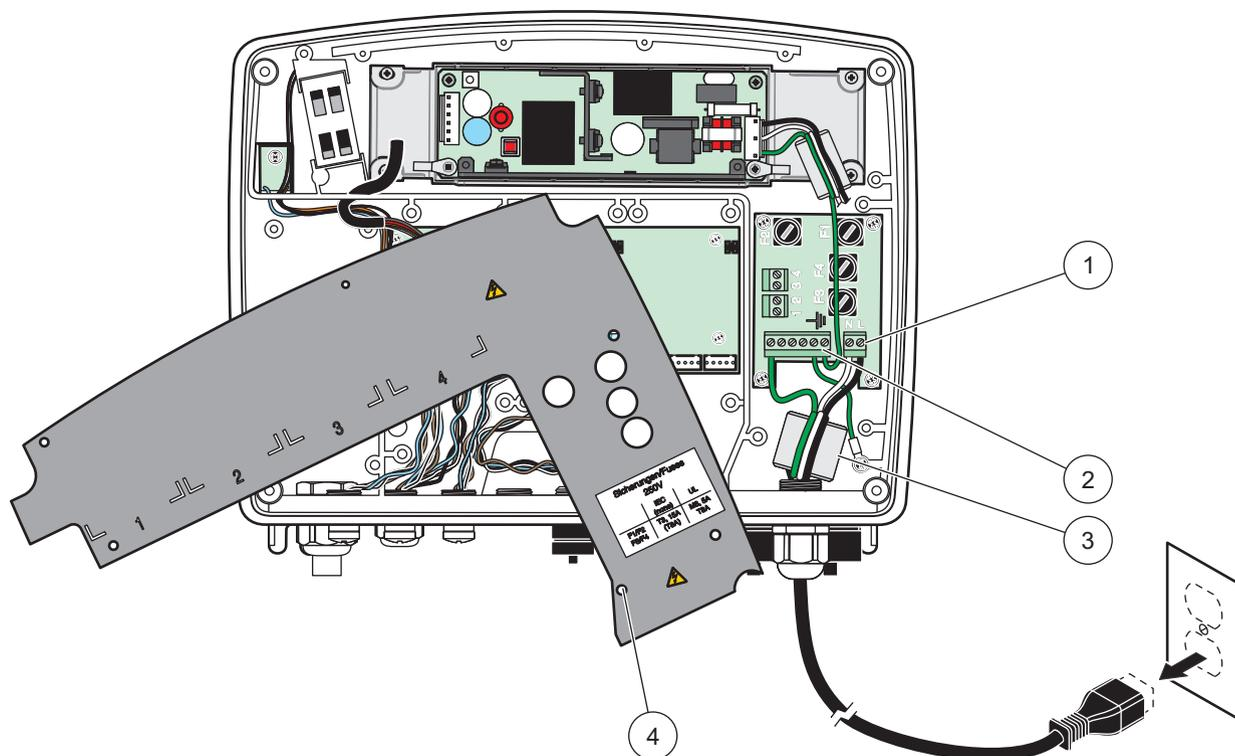
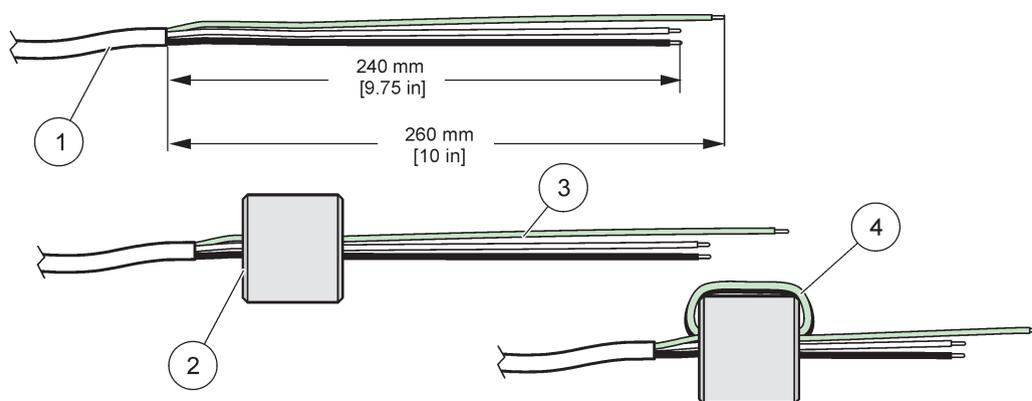

Figura 10 Fios de energia
Figura 12 Preparação adequada do fio e fiação do núcleo de ferrite
6. Passe o isolamento externo do cabo 260 mm (10 pol) (Figura 12). Encurte todos os fios exceto o fio de aterramento 20 mm (0,78 pol), assim o cabo de aterramento é 20 mm (0,78 pol) maior do que os outros cabos.
7. Passe o cabo de energia pelo núcleo de ferrite (Figura 12) e passe o fio no terminal conforme mostrado em Tabela 1 e Figura 10. Puxe gentilmente após cada inserção para ter certeza que a conexão é segura.
7. Passe o cabo de energia pelo núcleo de ferrite (Figura 12) e passe o fio no terminal conforme mostrado em Tabela 2 e Figura 16. Puxe gentilmente após cada inserção para ter certeza que a conexão é segura.